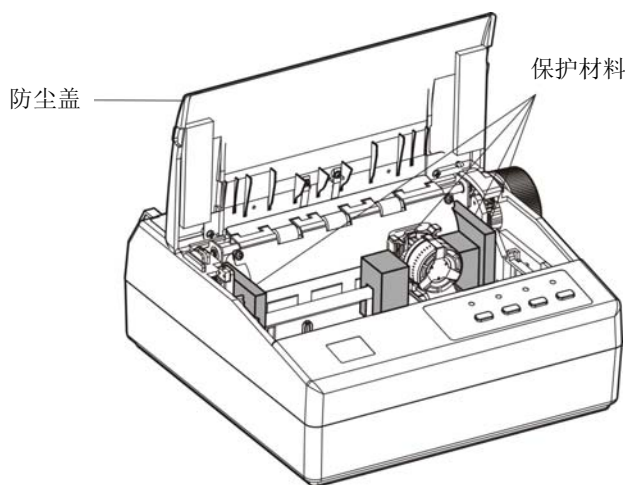

图 1-2 拆除保护材料
1. 打开包装箱，取出打印机，掀起防尘盖，将下图标示的保护材料拆除（如图 1-2 所示）。